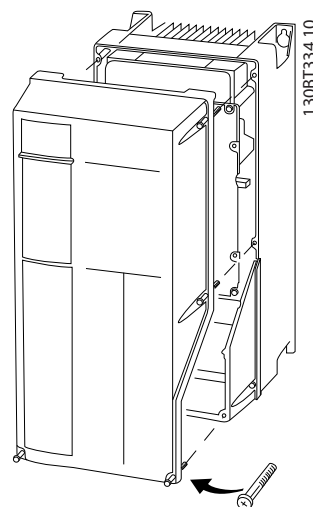

図 2.13 A4、A5、B1、B2、C1およびC2 エンクロージャーのコントロール配線アクセス
- あるいは、ネジを緩めてフロントカバーを取り外します。図 2.13を参照